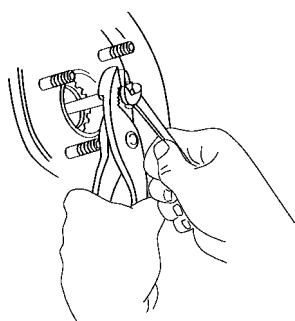

图 15-47 调整加力器推杆的长度
3) 踩下制动踏板，同时调整加力器推杆的长度，直至推杆轻微地接触到销子头部为止，如图 15-47 所示。
(4) 安装电气配线卡夹的安装螺栓。
(5) 安装停车灯开关。将停车灯开关装到踏板托架上，调整开关位置直到开关体轻微接触到踏板限位块为止，临时旋紧锁紧螺母，连接好接插件。
(6) 安装 3 号加热器管道。用两个螺钉安装 3 号加热器管道。
(7) 安装加速踏板部件。将加速踏板部件装到规定位置,然后装上并旋紧 3 个螺栓。
(8) 将负压软管连接到制动加力器上。
(9) 安装总泵。
(10) 向制动器储液箱注入制动液,并排除制动系统内的空气。
(11) 检查是否渗漏制动液。
(12) 检查并调整制动踏板。
(13) 进行操作试验。